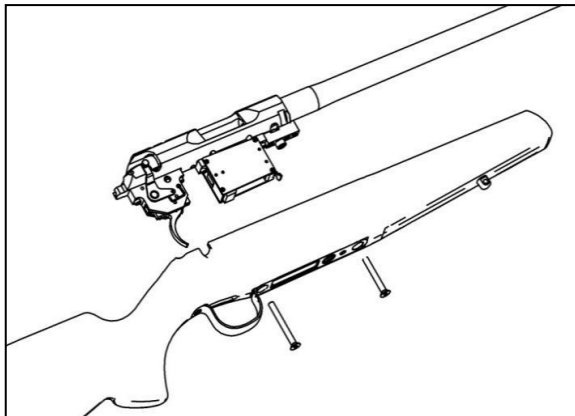

рис.15
- Используя шестигранный ключ 3мм, отверните два винта (рис.15) и аккуратно отсоедините ствольную коробку от ложи.